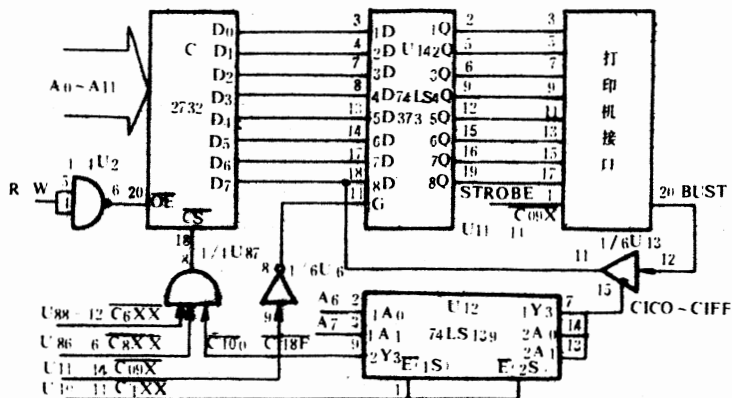

图 2-26 打印机接口电路图
**故障与维修** 发生此类现象除打印机自身故障外,一般是由于打印机接口电路故障引起的。在打印机接口电路中(如图 2-26 所示),我们利用了 50 总线上的 I/O SEL 和 DEV SEL 信号分别作为打印机选通控制和忙信号判别控制。在驱动打印时,由主机发出 C09X 选通信号,经 1/6 U6 将 U14 控制门打开,使得要打印的数据经 8D 触发器送给打印机,而打印机回送给主机的回答信号,则是通过 1/6 U13 三态控制门送到数据总线的最高位,由主机发出的 C1CX 地址选通而得到。因